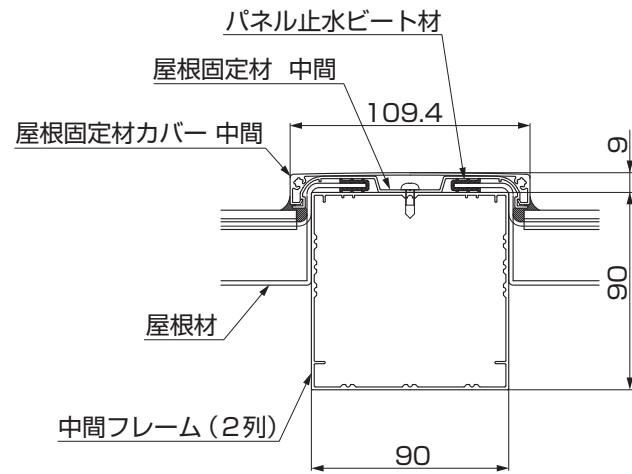

図1-5 C-C' 断面詳細
② 中間フレーム接続パッキンを下穴に合わせてフレームに貼付けてください。(図1-5参照)
③ 中間フレーム用スリープをフレームに【1-1】で取付けてください。